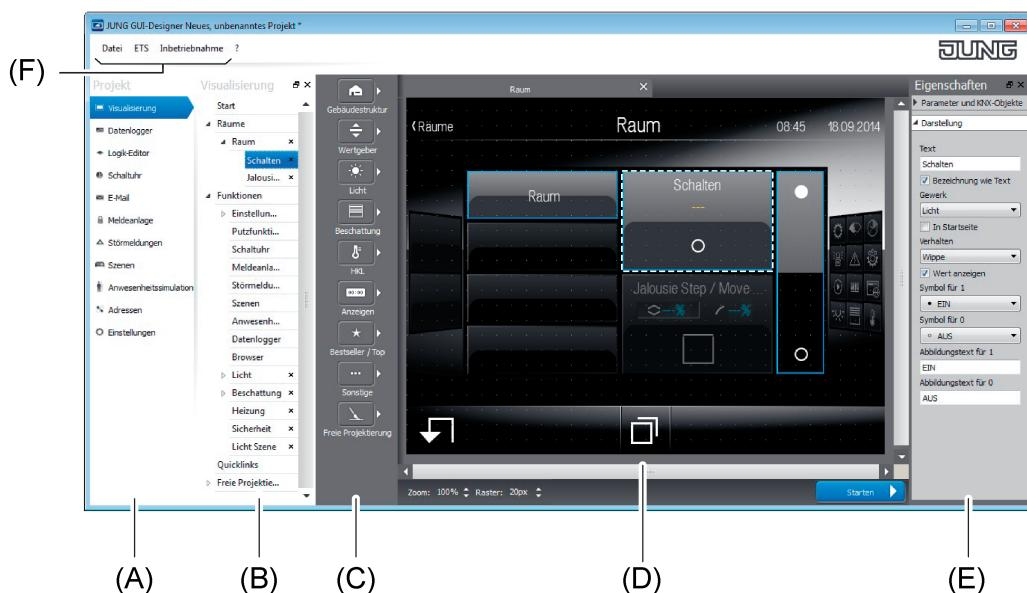

Bild 4: Struktur der Programmoberfläche (Standardstruktur)
Die Programmoberfläche ist in verschiedene Bereiche unterteilt (Bild 4), wodurch die Projektierung des Geräts strukturiert erfolgen kann. Strukturbäume in der Projektleiste (A) und in der Strukturansicht (B) vereinfachen die Navigation durch Funktionen, Geräteeinstellungen und Anzeigeseiten. Durch Nutzung einer Vorlagenbibliothek mit Gebäudestrukturen und KNX-Funktionen in der Vorlagen-Leiste (C) können Anzeigeseiten schnell und kundenfreundlich in einem einheitlichen Layout oder auch frei nach individuellen Maßstäben eingerichtet werden. Ein großer Arbeitsbereich (D) ermöglicht die Vorschau und Simulation der erstellten Projektierung. Parameter von Funktionen oder grafischen Darstellungselementen sind übersichtlich in Eigenschaftslisten (E) oder besonderen Anzeigeseiten im Arbeitsbereich verfügbar. Über die Menüleiste (F) können alle Programmfunctionen (Dateioperationen, ETS-Synchronisierung, Inbetriebnahme) aufgerufen und ausgeführt werden. Viele Projektierungsvorgänge - beispielsweise das Anlegen neuer Räume und KNX-Funktionen - lassen sich mit der Maus durch Klicken, Ziehen und Fallenlassen (Drag & Drop) ausführen.